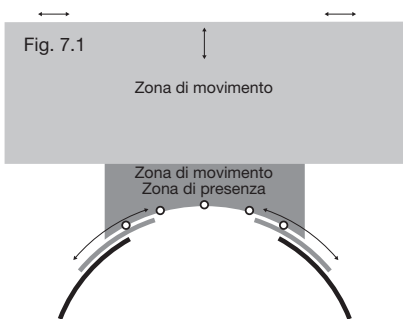

Fig. 7.1
**Porta curva:** Utilizzare 5 marcatori (vedi fig 7.1.)